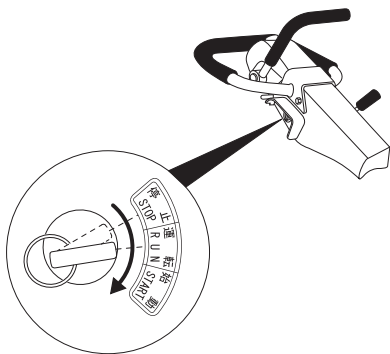

Figure 38. Interrupteur d'allumage (MARCHÉ)
3. Tourner la clé **dans le sens horaire** à la position « **RUN** » (Figure 38). Le signal sonore se mettra à sonner.